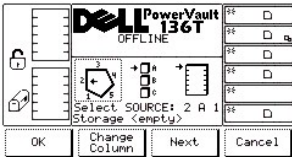

Abbildung 12. Dialogfeld "Status" > "Library" > "Slot"
Wenn "Slot" ausgewählt wird, wird das Dialogfeld "Slot" angezeigt (siehe Abbildung 12). Diese Option wird verwendet, um die derzeitigen physikalischen und statistischen Merkmale der Bibliothek anzuzeigen.
- 1 Wenn die Taste unter dem Softkey **Next** gedrückt wird, wechselt der aktuelle Quellenparameter, wie im Dialogfeld "Slot" gezeigt, von "Slot" zu "Column" (siehe Abbildung 12).